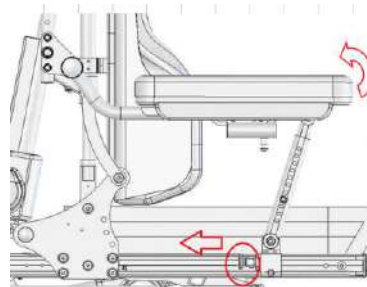

Figura 5-65
- Para levantar el reposabrazos hacia atrás, libere el aplique bloqueador y gírelo 90°. Entonces puede levantarlo hacia atrás. (Figura 5-65).